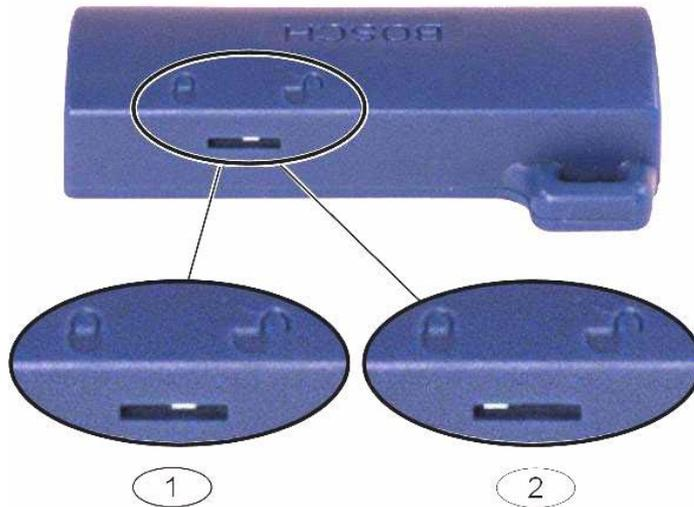

Figura 4.2 Posiciones del bloqueo de la llave de programación
2. Coloque el interruptor de bloqueo de la llave en la posición deseada. Consulte *Figura 4.2*.